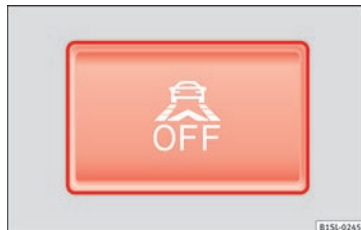

Fig. 155 En la parte inferior de la consola central: tecla para la función de asistencia de frenada en ciudad.
La función de asistencia de frenada en ciudad se ha conectado mediante el botón **fig. 155.**
Dentro del área de funcionamiento de 5-30 km/h (3-19 mph): la función de asistencia de frenada en ciudad se ha desconectado mediante el botón **fig. 155.**
Conectar la función de asistencia de frenada en ciudad mediante el botón **» fig. 155.**
- Pulse la tecla » **fig. 155** en la consola central.